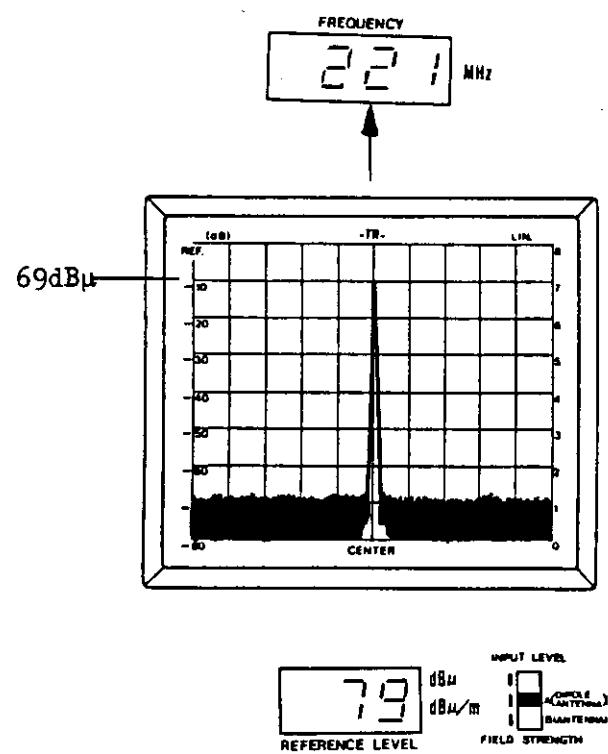

図 4-11 電界強度の表示
- (2) 測定の前には、必ず第 4-2 項(1)のレベルの校正および第 4-4 項(1)の周波数の校正を行なって下さい。
- (3) アンテナを INPUT コネクタに接続し、アンテナに合わせて **REFERENCE LEVEL** スイッチを設定します。 **A(DIPOLE ANTENNA)** は、半波長ダイポール・アンテナ、 **B(ANTENNA)** は、対数周期型アンテナを使用するときに設定します。
- (4) **DISPERSION/DIV.** および **BAND WIDTH** のスイッチをスペクトラムの見易い値に設定します。
- (5) **START/CENTER** スイッチを **CENTER** に設定します。
- (6) このとき、 **REFERENCE LEVEL** 表示は、中心周波数に対するアンテナの補正係数を補正した値を表示しますので、CRT ディスプレイ面から電界強度 (dB $\mu$ /m) が直読できます。(図 4-11 参照)